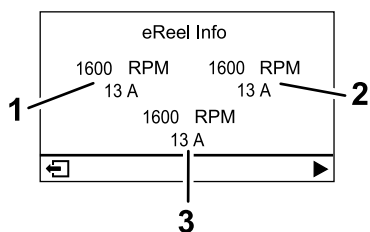

Figure 23
- **Écran d'information moteur UC (Figure 23) :** indique le régime et le courant du moteur de chaque unité de coupe.